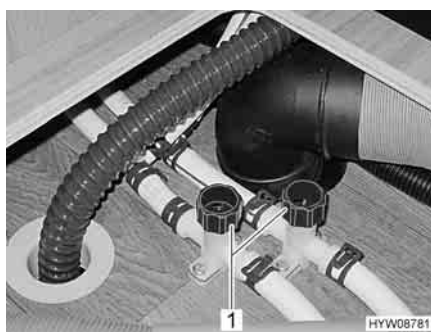

Fig. 140 Rubinetti di scarico per scaldacqua
- Chiudere tutti i rubinetti di scarico. A tal fine ruotare i coperchi (Fig. 140,1) in senso orario.
- Aprire tutti i rubinetti di scarico. A tal fine ruotare i coperchi (Fig. 140,1) in senso antiorario.